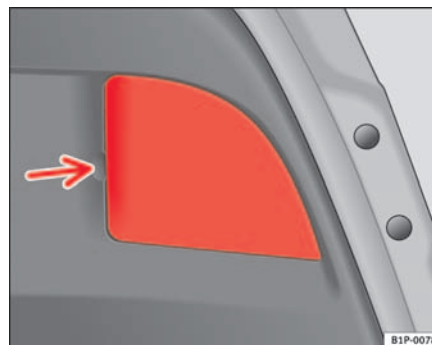

Abb. 171 Leuchten an der Heckklappe
- Den Deckel abziehen. Siehe Pfeil ⇒ Seite 253, Abb. 171.